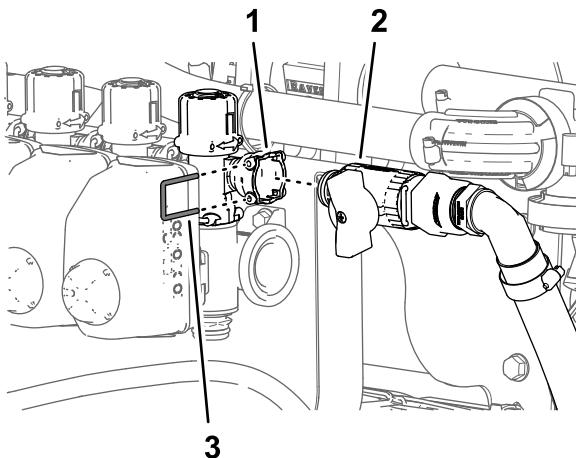

Рисунок 112
1. Установите быстроразъемный штуцер отсечного перепускного клапана с быстроразъемным штуцером (гнездом) перепускного клапана (Рисунок 112).
2. Закрепите быстроизъемные штуцеры перепускного отсечного клапана и перепускного клапана с помощью держателя (Рисунок 112), снятого при выполнении пункта 3 в разделе [Изменение положения перепускных клапанов – машины с дополнительным комплектом ручного распылителя или дополнительным комплектом электрического шлангового барабана](#) (страница 50).